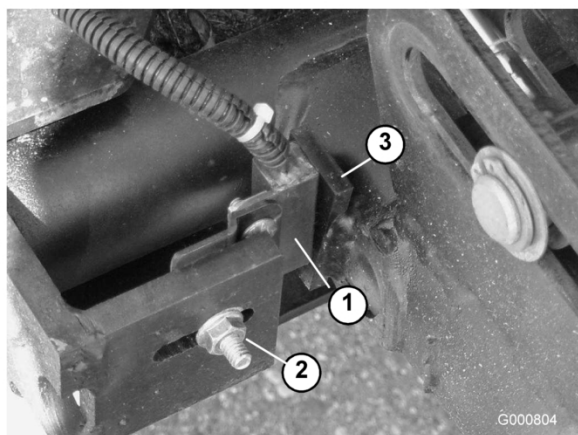

Figura 77
- Desaperte a porca do parafuso de carroçaria que está a fixar o suporte do interruptor do braço de elevação aos braços de elevação nºs 4, 6 ou 7 (Figura 77). Veja o nº 4 na figura.